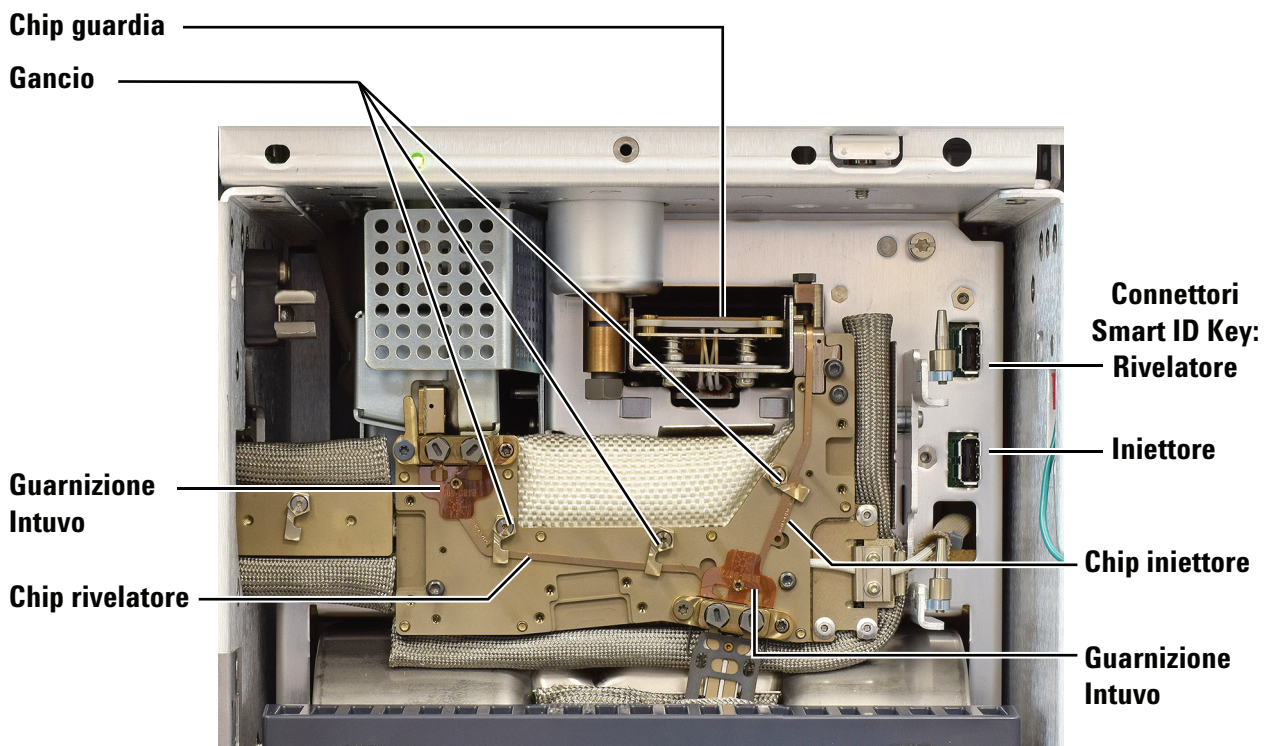

Figura 5 Componenti bus Intuvo
Figura 5 mostra i componenti principali del bus Intuvo.
I chip flusso iniettore e rivelatore (vedere Figura 5) devono essere installati prima di installare una colonna o una coda rivelatore.
- 5 Usare il cacciavite torsionometrico per aprire la clip che fissa il chip iniettore al bus. Vedere Figura 5.